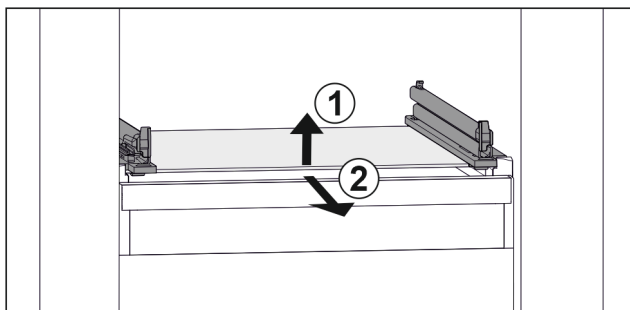

Fig. 105 玻璃隔板例图
- ▶ 抬起玻璃隔板前部。 Fig. 105 (1)
- ▶ 向前取出玻璃隔板。 Fig. 105 (2)